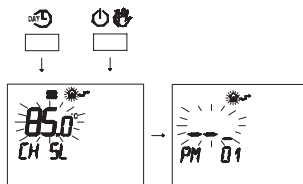

Fig. 2.27
- 2 Одновременно нажать кнопки и для доступа в режим прозрачного программирования (Fig. 2.27).